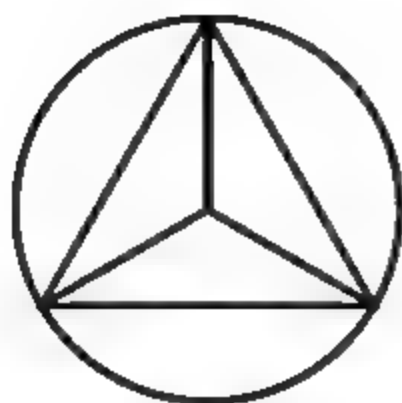

图3-153 绘制线段
- 05 单击【绘图】面板中的【直线】按钮，捕捉圆心，以圆心为起点，连接三角形各个顶点，如图3-153所示。